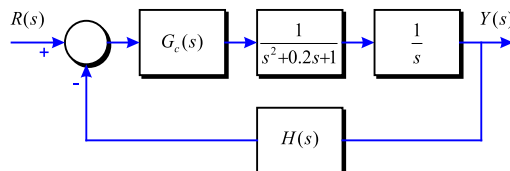

Figura 4-2
3. Per a fer que no es torni inestable, es decideix posar-hi un compensador  $H(s) = \frac{s^2 + 0.18s + 0.81}{(s + 10)^2}$ , tal i com es mostra a la Figura 4-2.